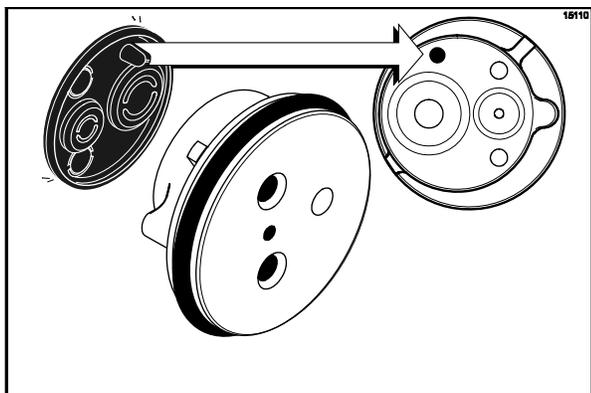

図148
6. バルブキャップの穴にバルブガスケットをはめます。ガスケットにルーブを塗らないでください。(図148を参照)。